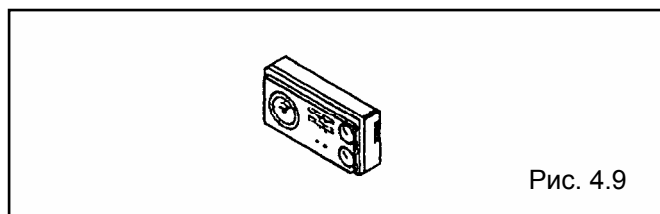

Рис. 4.9
- при размыкании и последующем замыкании регулятора комнатной температуры (рис. 4.9).